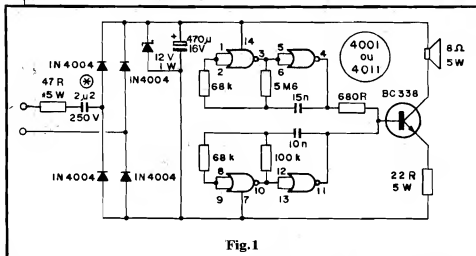

Fig. 1
- FIG. 1 - O CIRCUITO - A fig. 1 mostra o diagrama esquemático do circuito da SINEL. Tudo está "centrado" num único Integrado C.MOS, que pode ser tanto um